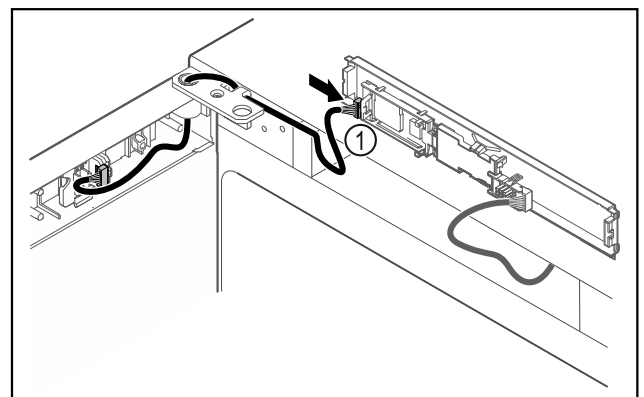

Fig. 41
- Stecker Fig. 41 (1) an Platine anstecken.